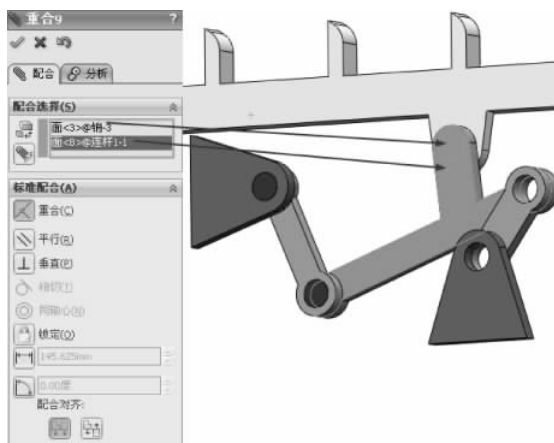

图 3-231 重合配合
(20) 继续进行配合约束, 选择【标准配合】选项组下的【重合】配合类型 , 在【要配合的实体】选择框  中选择如图 3-231 所示的面, 其他保持默认, 单击【确定】按钮 , 完成重合配合。